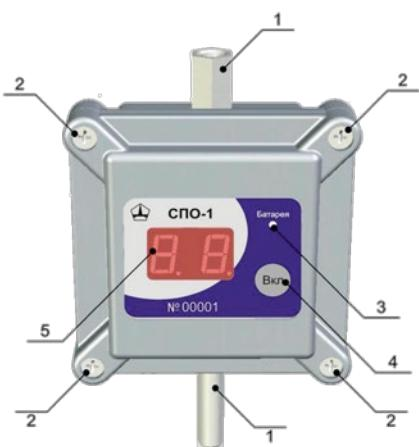
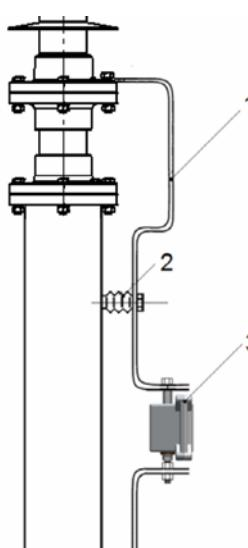

Рис. 62-1. Регистратор срабатывания СПО-1
Рис.62-2 Установка СПО-1 в разрыв шины заземления
Счетчик СПО-1 (Рис.62-1) предназначен для регистрации разрядных импульсов – количества срабатываний ОПН. Счетчик устанавливается в цепи заземления ограничителя перенапряжения (Рис.62-2).
12. Возможность установки совместно с датчиком ДТУ-03 (Рис.62-2);